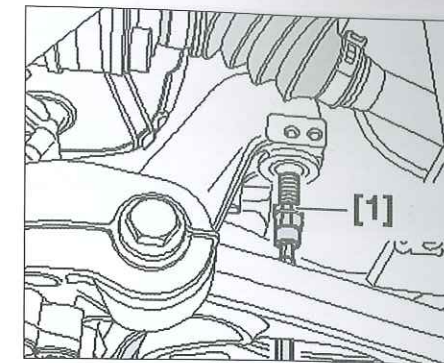

Fig. 17
- Sustituir igualmente en los dos lados, los tornillos de fijación superiores de la cuna (3) por el útil [1] (Fig.17).